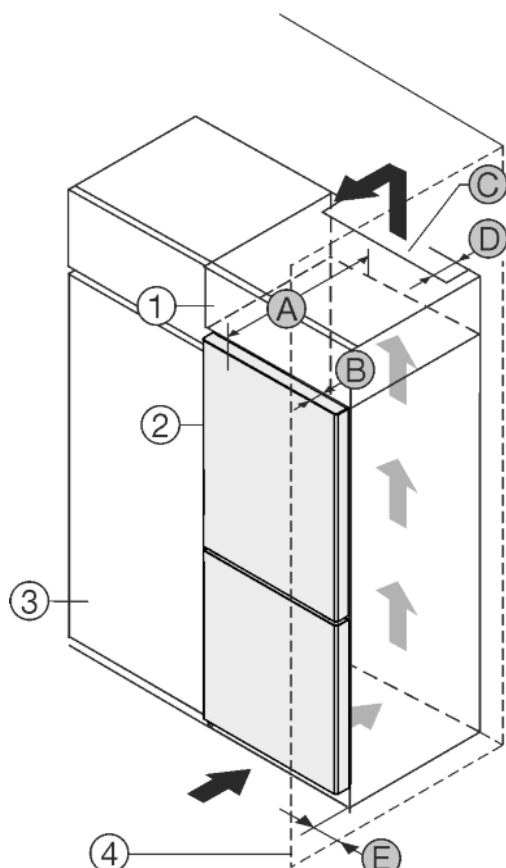

Fig. 1
Přístroj nainstalujte přímo vedle kuchyňské skříňky Fig. 1 (3).\*
Přístroj nainstalujte s odstupem 5 cm mezi přístroj a kuchyňskou skříňku Fig. 1 (3).\*
Na zadní straně nastavné skříňky musí být větrací šachta hluboká Fig. 1 (D) přes celou šířku nastavné skříňky.\*
Pod stropem místnosti musí být dodržen ventilační průřez Fig. 1 (C).\*
Když se přístroj instaluje závěsy vedle stěny Fig. 1 (4), musí být vzdálenost mezi přístrojem a stěnou minimálně 40mm. To odpovídá přesahu madla při otevřených dveřích.\*
Aby bylo možné dvířka plně otevřít, musí přístroj přesahovat o hloubku dvířek Fig. 1 (B) vůči přední linii kuchyňské skříňky. V závislosti na hloubce kuchyňských skříněk Fig. 1 (3) a použití vymezačů odstup od stěny může přístroj vyčnívat dále.\*
Aby bylo možné dvířka plně otevřít, musí přístroj přesahovat o hloubku dvířek (B) vůči přední linii kuchyňské skříňky. V závislosti na hloubce kuchyňských skříněk Fig. 1 (3) a použití vymezačů odstup od stěny může přístroj vyčnívat dále.\*